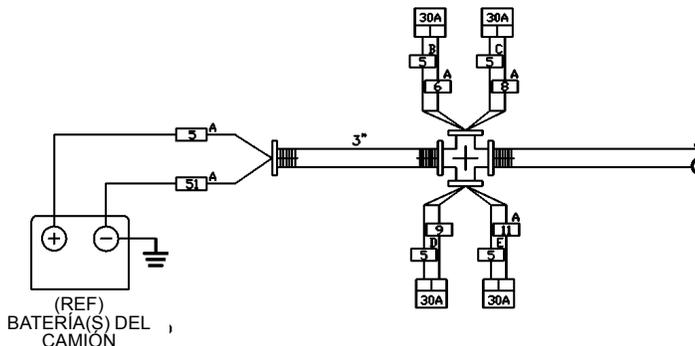

FIGURA 9-23
- Conecte el arnés de conexión del camión como se muestra en la Figura 9-23.
- Pase el arnés de la batería hasta la batería del camión y conéctelo como se muestra en la Figura 9-23.